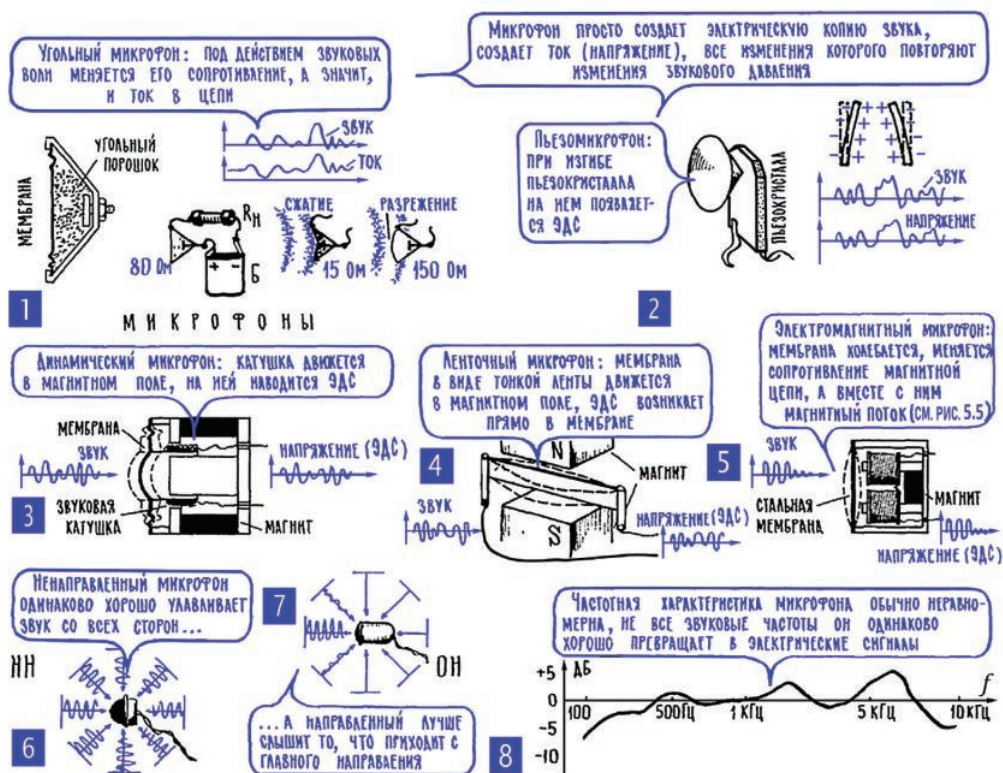

Рис. 8.3. Микрофон
**3. Микрофон создает электрическую копию звукового сигнала.** Самый простой и самый распространенный способ перевода звука на электрический язык – это создание точной электрической копии звукового сигнала, создание такого переменного тока или такого переменного напряжения, которые следовали бы за всеми изменениями звукового давления (рис. 8.3). Такое преобразование как раз и осуществляет микрофон.
Существует несколько разных типов микрофонов, все они решают одну и ту же задачу, но используют при этом разные физические процессы. Основа угольного микрофона (рис. 8.3; 1) – мелкий угольный порошок. Под действием звуковых волн частички порошка то сближаются, то, наоборот, несколько отходят друг от друга. При этом меняется сопротивление порошка и ток в цепи, в которую включен микрофон. Для включения угольного микрофона могут понадобиться источник постоянного тока и элемент, который сможет отделить постоянный ток от переменного, появившегося под действием звуковых колебаний. Роль такого разделителя прекрасно выполняет трансформатор (постоянная составляющая просто не создает напряжения во вторичной обмотке), который одновременно, если нужно, может повысить переменное напряжение.
В пьезоэлектрическом микрофоне под действием звуковых волн несколько деформируется пьезокристалл и создает при этом электрическую копию звука (рис. 8.3; 2). В динамическом микрофоне напряжение наводится на легкой подвижной катушке, которую звуковые волны двигают в магнитном поле (рис. 8.3; 3, гл. 5; 10). В ленточном микрофоне вместо катушки одиночный проводник, тончайшая алюминиевая ленточка (рис. 8.3; 4).
Основа электромагнитного (индукционного) микрофона – магнитная цепь из стали, в которой имеется небольшой воздушный зазор (рис. 8.3; 5). Под действием звуковых волн стальная мембрана колеблется, воздушный зазор меняется, вместе с ним меняется магнитное сопротивление всей магнитной цепи, а значит, и общий магнитный поток (гл. 5; 8, 10). Этот поток пронизывает витки неподвижной катушки, и при изменении магнитного потока в ней наводится ЭДС, создается электрическая копия звука. В конденсаторном микрофоне одна из обкладок подвижна, и под действием звуковых волн она колеблется. При этом и емкость конденсатора несколько меняется, повторяя все изменения звукового давления. Конденсатор включен в цепь постоянного тока, и при изменении емкости происходит заряд или разряд конденсатора: если пластины сближаются и емкость растет, то к пластинам движутся дополнительные заряды; если пластины удаляются, то некоторое количество зарядов уходит с них.
Еще одна важная характеристика микрофона – диаграмма направленности (рис. 8.3; 6, 7). В некоторых случаях, например когда микрофон установлен в зрительном зале и собирает «реакцию публики», он должен одинаково хорошо принимать звуки со всех сторон, то есть здесь нужен ненаправленный микрофон. А бывает, что нужно передать только голос певца или оратора, и тогда лучше будет работать односторонний микрофон, он, по крайней мере, не будет собирать лишние шумы, которые приходят к нему с разных сторон.
Будет двигаться и создавать звук также мембрана электромагнитного (индукционного) микрофона, если по его катушке пропустить низкочастотный переменный ток. При изменении тока меняется магнитный поток катушки, и мембрана то сильнее, то слабее притягивается к сердечнику электромагнита, совершает колебания (рис. 8.3; 5). Точно так же двигается в поле магнита катушка динамического микрофона – она сама, по сути, представляет собой электромагнит. Магнитное поле катушки, а значит, и
сила ее взаимодействия с внешним постоянным магнитным полем меняется при изменении тока в цепи, заставляя катушку двигаться. Именно электродинамическая система («электро» – это ясно, что такое, «динамо» – значит *движение*) постоянный магнит – подвижная катушка есть основа динамического громкоговорителя (динамика), самого распространенного преобразователя электрических сигналов в звук (рис. 8.3; 4).